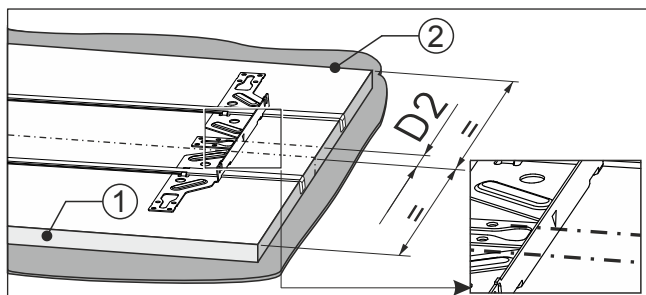

Fig. 97
- Markeringen på fästbalken ligger på markeringen. Fig. 97 (D2)